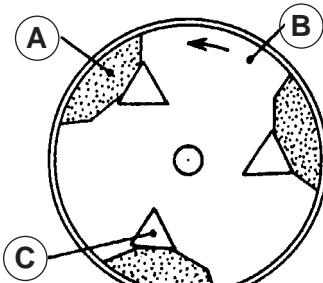

FIG. 3
- Placer le bloc magnésien (**A**) sur le plateau (**B**) de manière à présenter la partie angulaire du bloc entre la cale (**C**) et le bord du plateau. Encastrer le bloc en effectuant une pression tout en orientant la cale de façon que le bloc soit maintenu par la plus grande surface d'appui possible [VOIR FIG. 3].